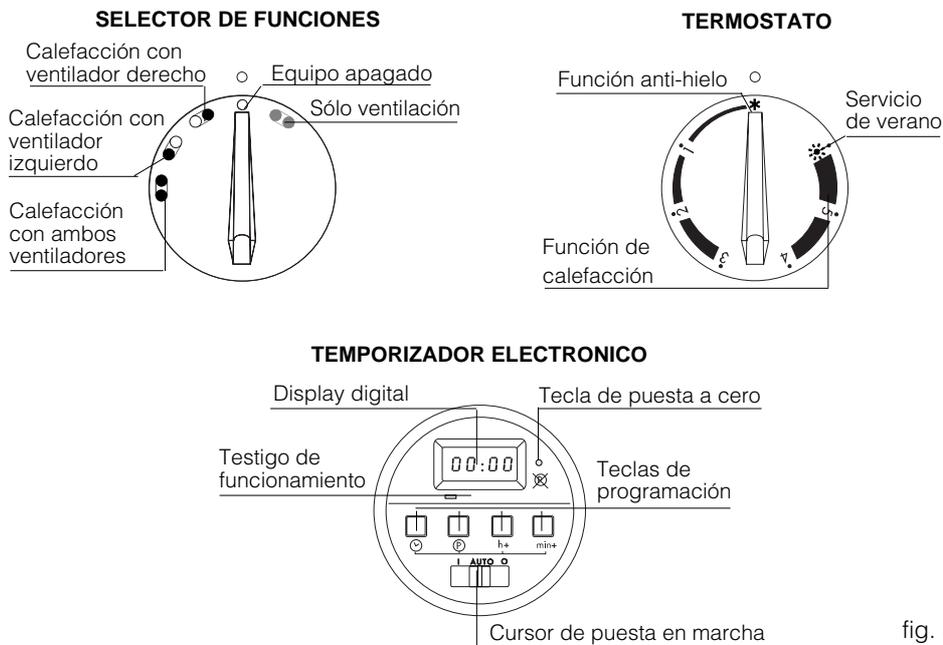
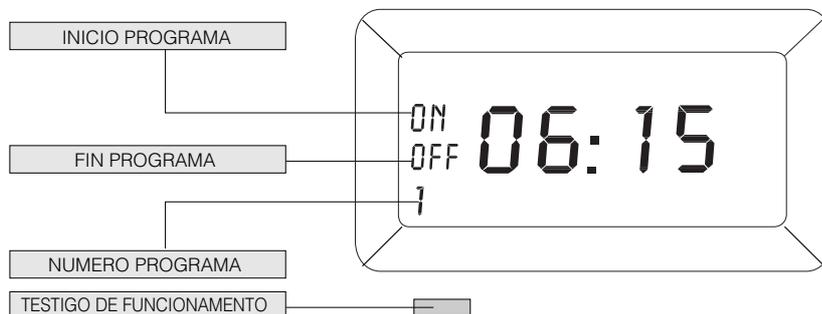

fig. 5
Fig. 6
- Poner el pomo del selector de funciones en una de las tres posiciones de calefacción disponibles (fig. 5)
- En los modelos dotados de temporizador electrónico, situar el cursor de puesta en marcha (fig. 5) en la posición **I**. Se encenderá el piloto respectivo.
- Poner el pomo del termostato en la posición anti-hielo\* (fig. 5).
- Poner el pomo del selector de funciones en la posición de "sólo ventilación" (fig. 5).
- Poner el pomo del termostato en la posición\* "servicio de verano" (fig. 5).
Para detener el equipo, hay que poner el pomo del selector de funciones en la posición "O" (fig. 5) y, para los modelos con temporizador, hay que accionar el pulsador de arranque (fig. 5) hasta desplazar la línea del display en la posición "O" (fig. 6).
- Accionar el pulsador  $\odot$  y, simultáneamente, el pulsador  $h+$  (fig. 5) hasta que se haya alcanzado la hora exacta; después, soltar ambos pulsadores.
- Para regular los minutos, accionar simultáneamente el pulsador  $\ominus$  y el pulsador  $min+$  (fig. 5);
1. Colocar el cursor de puesta en marcha en la posición "AUTO" (fig. 5).
2. Accionar el pulsador  para acceder al 1r programa de encendido. En el display se visualiza el mensaje ON y el número de programa (1), véase fig. 6.
4. Para programar la hora de finalización del programa, hay que accionar de nuevo el pulsador . En el display se visualiza el mensaje OFF y 1 (fig. 6). Definir la hora mediante los botones  y .